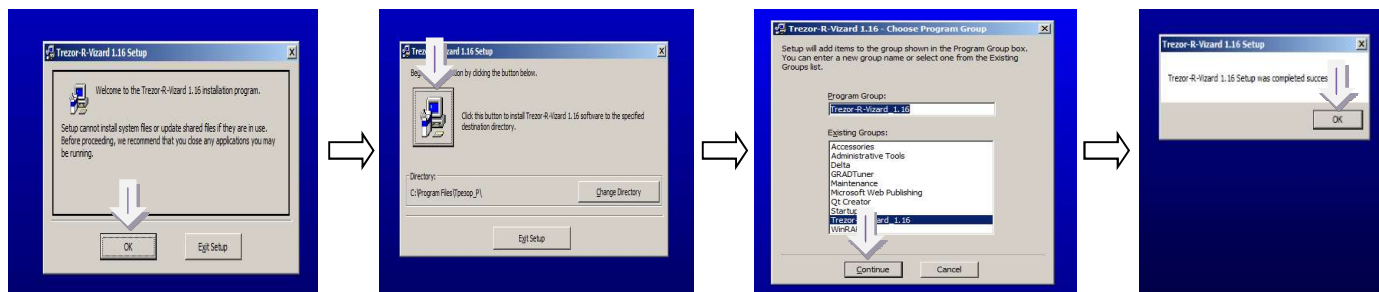

Рисунок 2
4.1.1. Скопируйте папку с установочными файлами программы на свой ПК. В папке запустите файл setup.exe – начнется процедура установки программы. В процессе установки укажите путь к папке, в которую будет установлена программа, подтвердите установку (рис. 2).